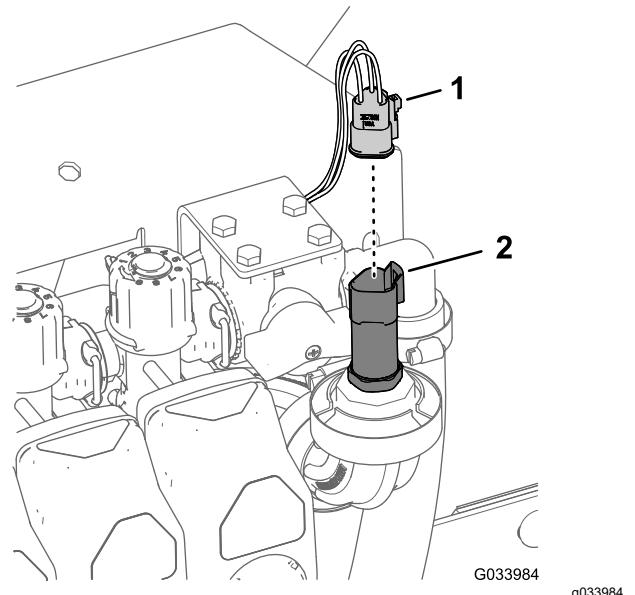

Figura 9
1. Scollegate il connettore a 3 prese per il trasduttore di pressione (Figura 9).